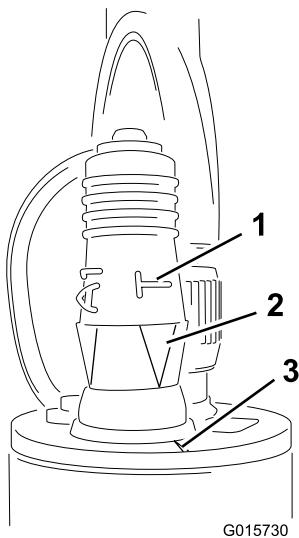

Bild 11
5. Befestigen Sie den Programmierungsstecker am Sensor (Bild 11).
Wichtig: Stellen Sie sicher, dass Sie den Pfeil unter dem seitlichen T“ mit der Kerbe an der oberen Kante des Sensors ausfluchten (Bild 11).